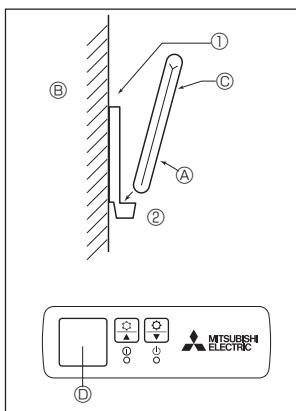

Fig. 6-2
2) Montaj yöntemi (Fig. 6-2)
- ① Uzaktan kumanda ünitesi yuvasını iki kılavuz vidaya istenen yere tespit ediniz.
- ② Uzaktan kumanda ünitesinin alt tarafını yuvarın içine yerleştiriniz.